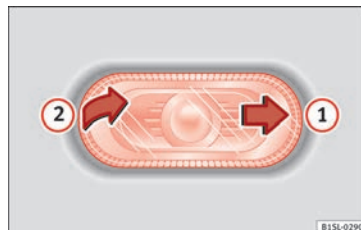

Bild 92 Ta bort blinkersen
- Skjut sidoblinkersen bakåt med en hand » bild 92 ①.
- Ta bort den från karossen genom att dra utåt ②.